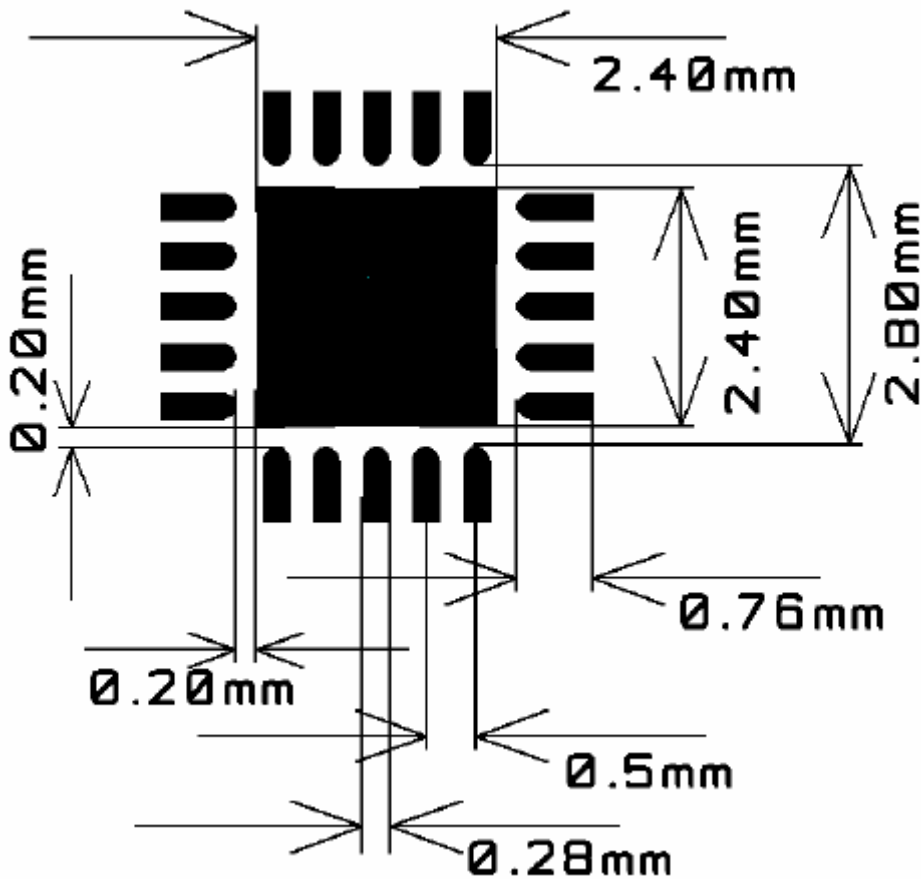

图 30 QFN 20 封装的建议 PCB 布局
**请注意：**图 30 只是一幅示意图，并非实际比例图。有 5 个 10 密耳（千分之一英寸）的过孔对称地分布在封装下方的接地焊盘上。请参见 **CC1100EEM** 参考设计 ([3] 和 [4])。